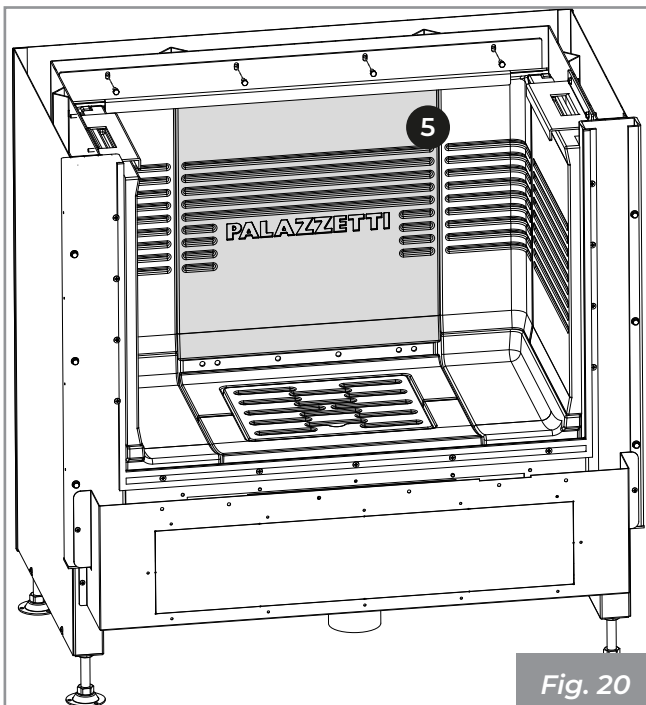

Fig. 20
5) Positionner le dossier réfractaire (5) en le fixant à l'aide de l'étrier et des vis appropriées. (Fig. 20).